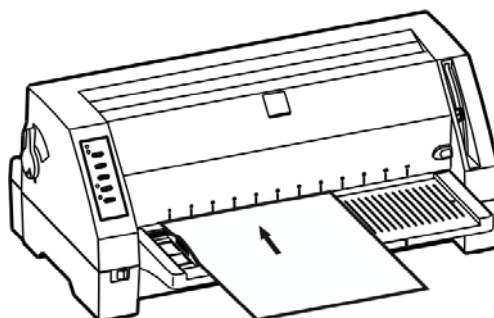

图 3-5 安装单页纸
6. 如图 3-5 所示，将打印纸（打印面朝上）紧贴导纸器边沿，平稳地推入打印机，直到遇到阻力为止。